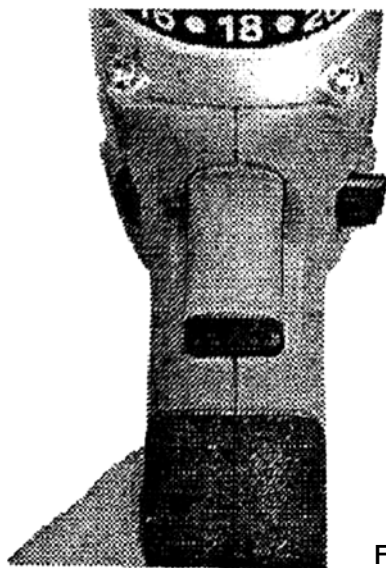
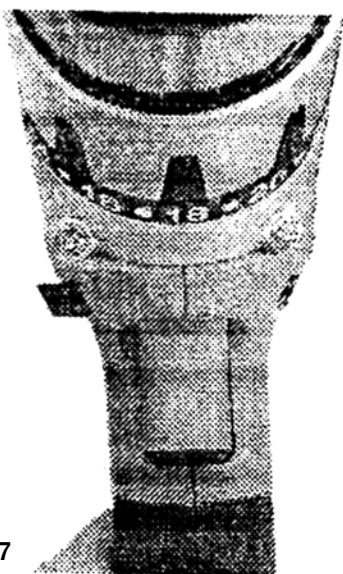

Fig. 6
Fig. 7
2. Para perforar, utilice el modo adelante (Ver la Fig. 6). El modo reversa es para retirar tornillos (Ver Fig. 7)